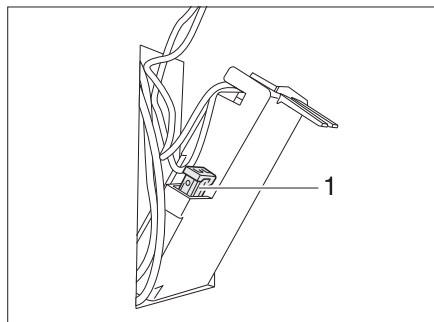

Bild 202 Sicherung der Thetford-Toilette
- Die Sicherung (Bild 202,1) wechseln.